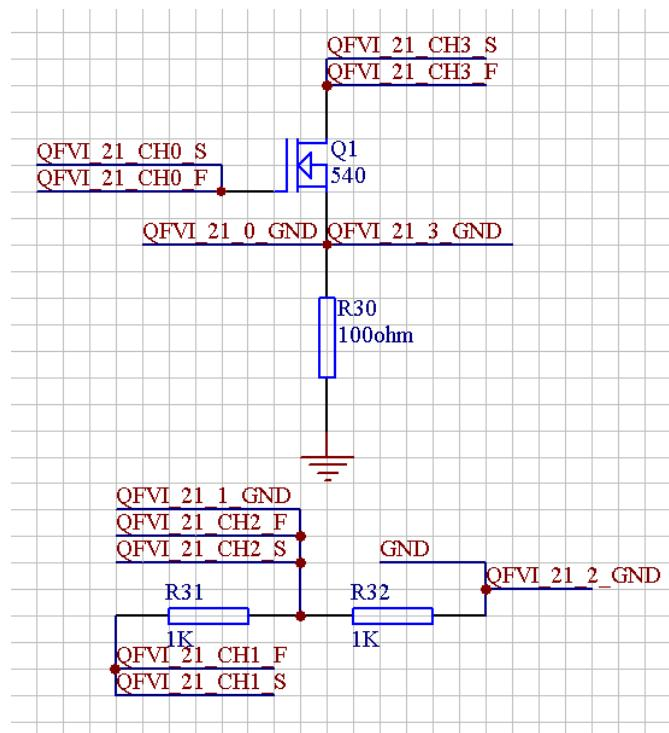

图 15.1 QFVI 测试线路图
(1) 示例线路如下图 15.1:
如上图 15.1 所示，将 QFVI 的 0 通道的 0_FS 和 0_GND 端分别接在 MOS 管的 G,S 端，浮动源可以为 MOS 提供恒定的开启电压 VGS，通过 QFVI_CH3 来检测 MOS 管 DS 两端的导通情况。另，用浮动源给 R31, R32 通 5MA 的电流，测电阻两端的压差都为 5V，可以说明浮动源测得是与参考地的压差。